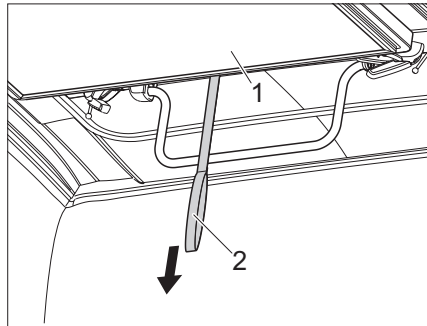

Bild 36 Dra ner liggytorna
- ▶ Dra ner liggytan (Bild 36,1) i remmen (Bild 36,2).
- ▶ Dra ner liggytorna (Bild 36,1) innan du stänger det skjutbara taket. Dra inte ner liggytorna och det skjutbara taket samtidigt.